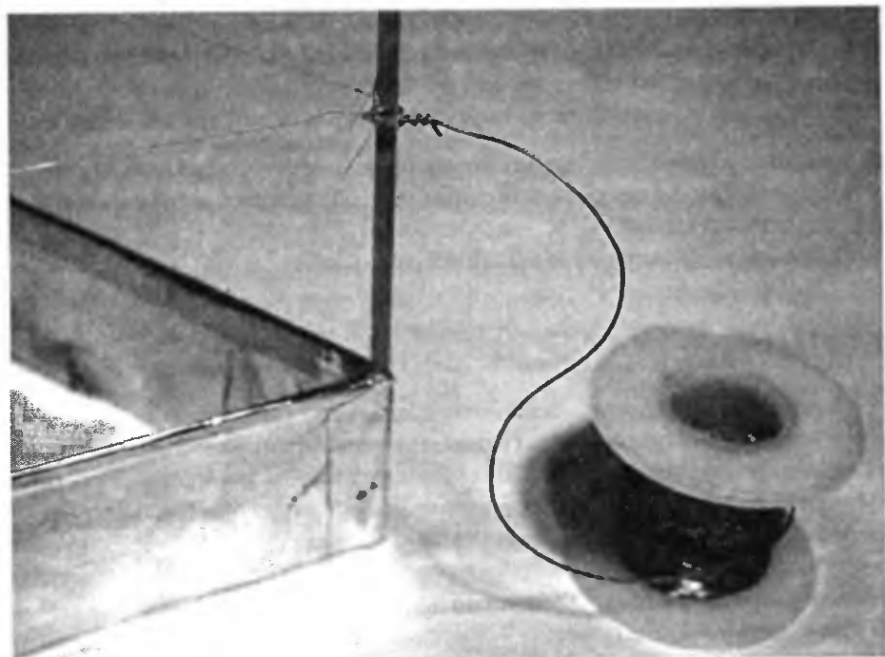

Рис. 1.19. Присоединение проволочной короны и ее соединение с проводом ионного генератора
9. Присоедините проволочную корону ионного эмиттера (рис. 1.19). Примерно в 3 см от верхней части фольги и в 2 см от вершины вертикальных опор оберните проволоку 2,8 мм (калибр 40) вокруг всех трех опор и подсоедините к ней провод 2,1 мм (калибр 30), который будет подключен